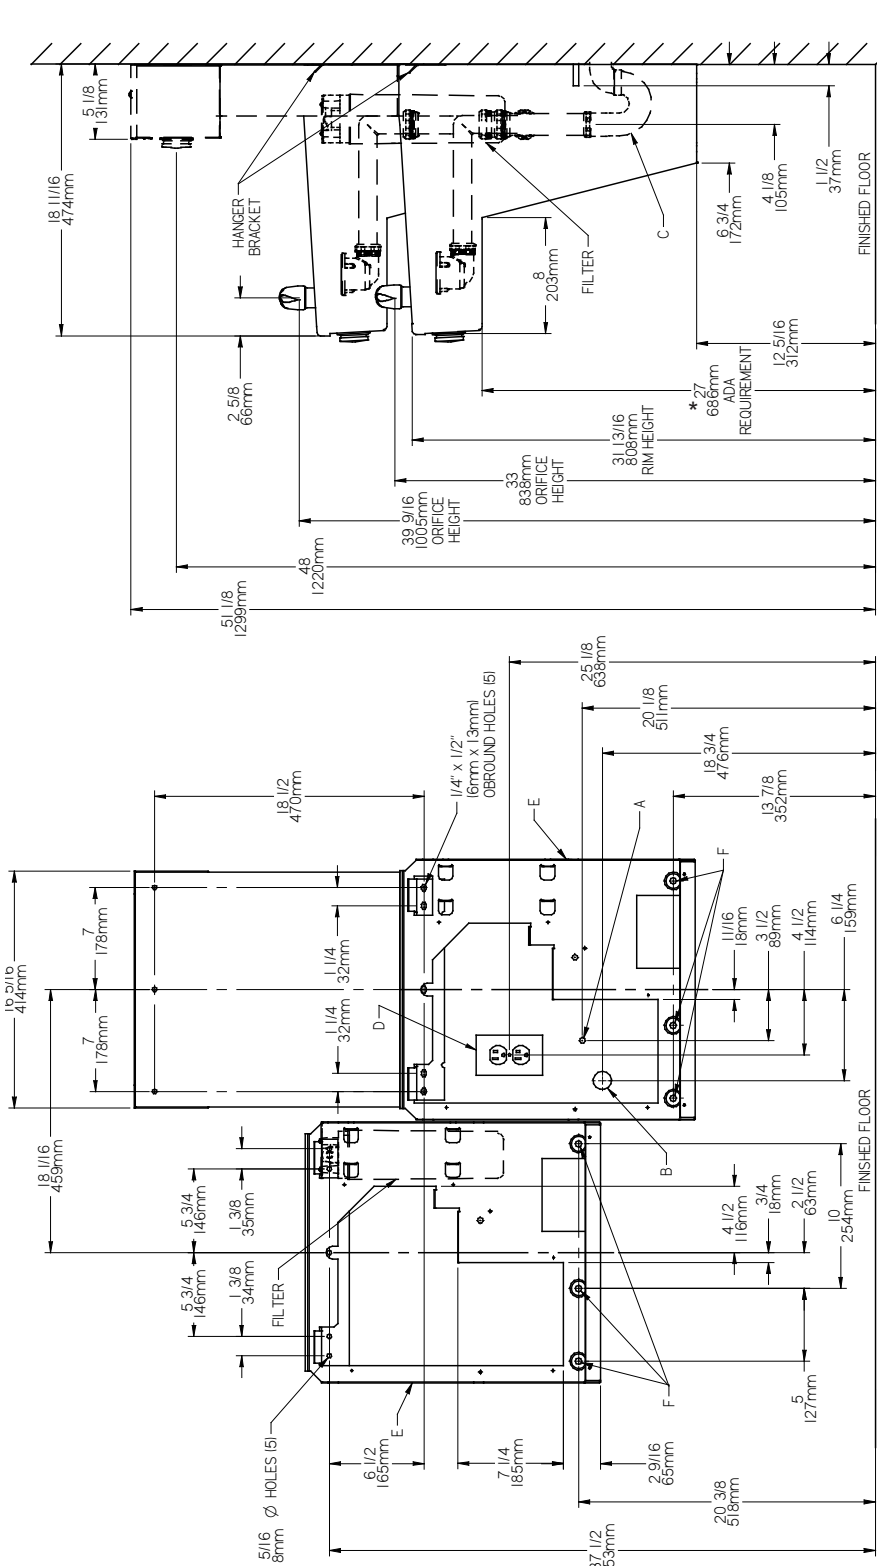

FIG. 2
- 1) Remove hanger bracket fastened to back of cooler by removing one (1) screw.
- 2) Mount the hanger bracket and trap as shown in Figure 2 or 3.
- 1) Quite el fijador de suspensión sujetados a la parte posterior del enfriador quitando un (1) tornillo.
- 2) Monte el fijador de suspensión y quite el purgador como se muestra en la Fig. 2 o 3.